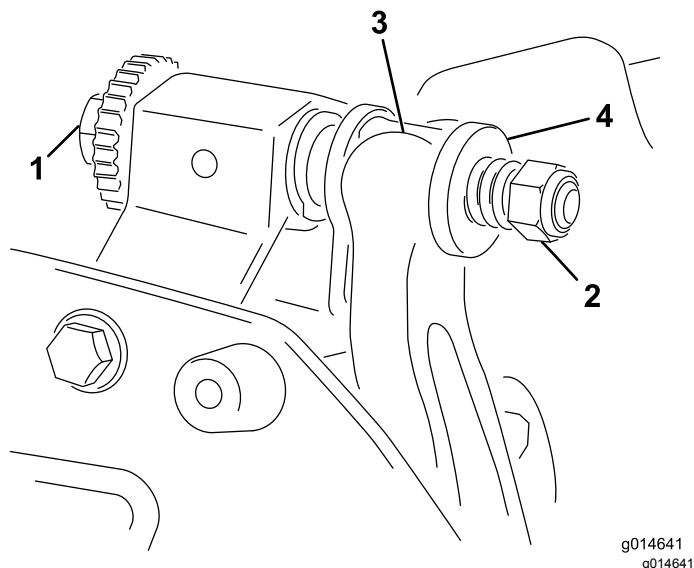

図 18
1. ベッドバー調整ねじを左に回してベッドナイフとリールの接触をなくす 図 18。
2. スプリングテンションナットをゆるめて、ワッシャがベッドバーを全く押さないようにする 図 18。